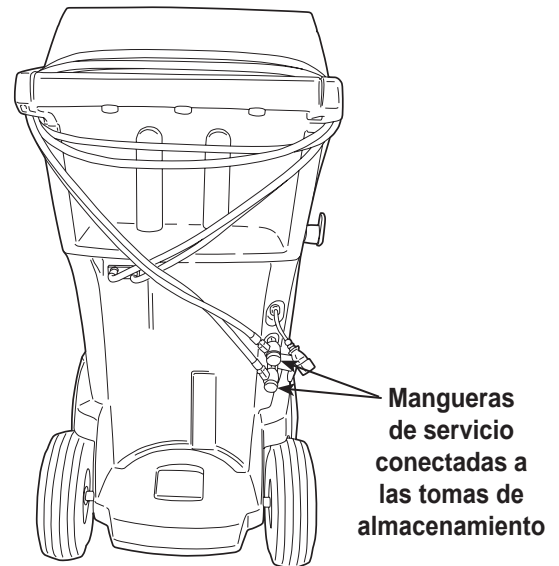

Figura 5
2. Cuando se le indique, conecte las mangueras de servicio de la máquina a sus tomas de almacenamiento, como se muestra en Figura 5. Seleccione **▶▶** para continuar.